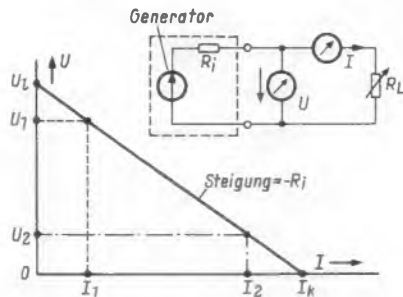
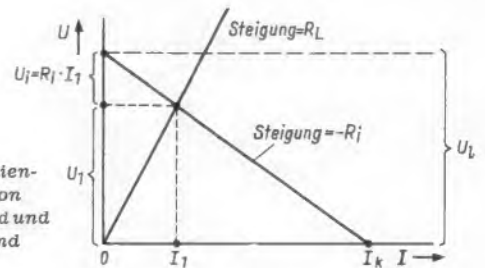
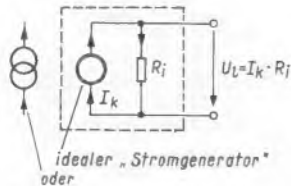

Bild 1. Messung und Kennlinien-Darstellung des Innenwiderstandes eines Generators
Bild 2. Kennlinien-Darstellung von Innenwiderstand und Lastwiderstand
Bild 4. Die Ersatz-Stromquelle mit dem idealen Strom-generator
Da  $U_1$  und  $U_k$  meist nicht direkt gemessen werden können, geht man folgendermaßen vor: Der Generator wird mit einem einstellbaren Widerstand  $R_L$  belastet. Die Klemmenspannung  $U$  am Belastungswiderstand ist eine Funktion des ihn durchfließenden Stromes  $I$ . Diese Funktion kann man nach Bild 1 grafisch darstellen. Da der Innenwiderstand linear sein soll, ist das Bild der Funktion eine Gerade. Zum Zeichnen des Funktionsbildes reicht es also, wenn zwei (möglichst weit auseinander liegende) Meßpunktpaare für  $U$  und  $I$  zur Verfügung stehen, im Bild  $U_1 I_1$  und  $U_2 I_2$ . Durch sie zieht man eine Gerade. An ihrem Schnittpunkt mit der  $U$ -Ordinaten läßt sich dann die
Betrachtet man den Punkt  $U_1, I_1$  in Bild 1, so gehört hierzu der Strom  $I_1$ , der durch den Lastwiderstand  $R_L$  fließt, an ihm steht die Spannung  $U_1$ . Wird ein linearer Lastwiderstand angenommen, so kann man seine Kennlinie zeichnen, wenn man als zweiten Punkt für diese Kennlinie den Punkt  $I = 0$  für  $U = 0$  annimmt und durch beide Punkte eine Gerade zieht. Dies ist in Bild 2 geschehen. Die Steigung dieser Geraden ist gleich  $R_L$ . Man liest jetzt aus dem Diagramm ab, daß bei dem Strom  $I_1$  am Lastwiderstand  $R_L$  die Spannung  $U_1$  und am Innenwiderstand  $R_i$  die Spannung  $U_i = R_i \cdot I_1$  abfällt. Die Leerlaufspannung  $U_1$  ist die Summe von beiden,
Das ist die Funktionsgleichung für die fallende Gerade in Bild 1 und Bild 2 mit der Steigung  $-R_i$ .
Das ist die Funktionsgleichung für die ansteigende Gerade mit der Steigung  $R_L$  in Bild 2.
Beide Gleichungen müssen beim Zusammenschalten von Generator und Lastwiderstand erfüllt sein, und zwar durch das gleiche Wertepaar  $U, I$ . Das bedeutet in der grafischen Darstellung, daß sich hier die beiden Geraden schneiden (z. B. Punkt  $U_1, I_1$  in Bild 2). Die algebraische Lösung durch gegenseitige Substitution wird aus (1) und (2)
Für einen Generator mit Innenwiderstand, dessen Verhalten Bild 1 beschreibt, kann man nun zwei vollkommen gleichwertige, vereinfachte Ersatzbilder aufstellen, in denen man den Generator idealisiert und den Innenwiderstand gesondert herauszeichnet.
Der Innenwiderstand  $R_i$ , dessen Größe z. B. durch eine Messung nach Bild 1 bestimmt wurde, wird parallel zum idealisierten Generator geschaltet gedacht und gezeichnet, Bild 4. In diesem Falle muß der ideale Generator folgende Eigenschaften aufweisen:
Somit ist der Strom, den der ideale Stromgenerator konstant liefert, gleich dem (z. B. aus Bild 1 ermittelten) Wert von  $I_k$ .
Ein zweckmäßiges Symbol für einen solchen Stromgenerator ist in Bild 4 angewendet, der offene Kreis; der durch ihn unterbrochene Pfeil deutet an, daß den Generator kein Strom durchfließen kann, daß er den Widerstand unendlich hat. Die Pfeilrichtung gibt die Richtung des Stromes  $I_k$  an. Er teilt sich auf in den Strom durch  $R_i$  und den durch den evtl. angeschlossenen Lastwiderstand  $R_L$  fließenden Strom  $I_L$ , entsprechend dem Verhältnis  $R_L/R_i$ .